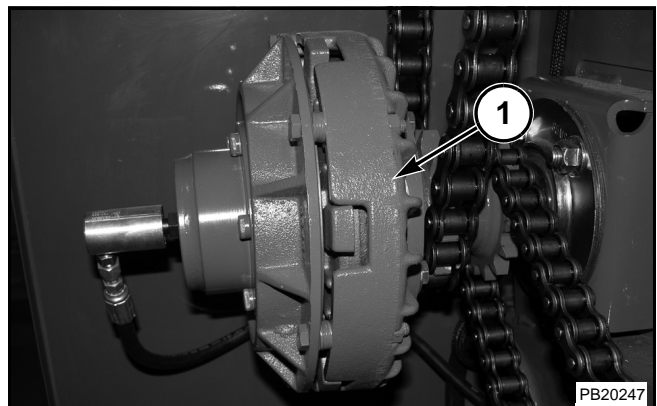

FIG. 13
FIG. 13: El embrague de mando principal (1) proporciona protección contra sobrecarga a todos los componentes mecánicos. Cuando se alcanza el límite de par de fuerza, el embrague de mando principal comienza a patinar y detiene la enfardadora.